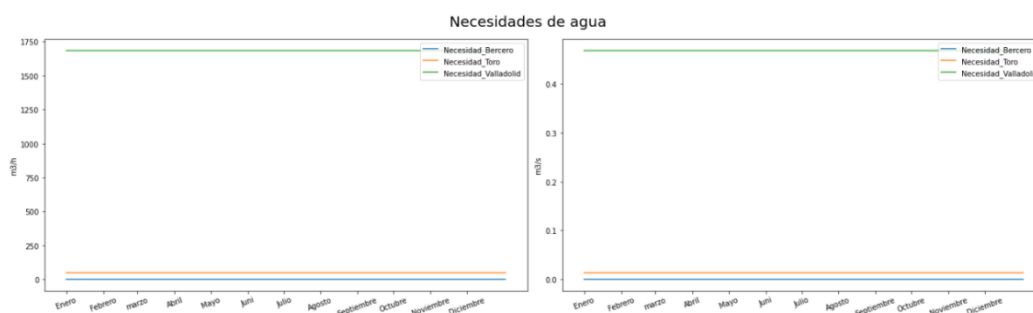

Figura 36: Consumo de agua en los municipios de Bercero, Toro y Valladolid
En este apartado vamos a representar el consumo de agua en tres municipios españoles (Figura 36) Bercero, Toro y Valladolid. Tres localidades que representan las necesidades de un pueblo, una ciudad pequeña y una ciudad. La población respectivamente es de 191, 8532 y 297225 habitantes y se considerará un consumo medio por habitante de 136 l/día (45).